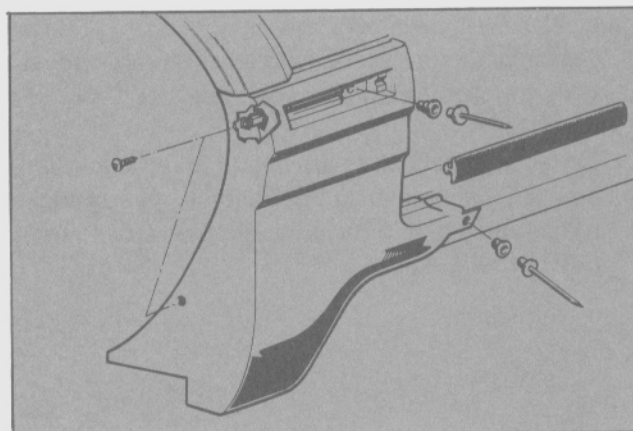

Fig. 54 - Instalación de la moldura interior del guardabarro delantero.
- Retirar el inserto, colocado a presión, de la moldura (Fig. 54).
- Instalar los dos tornillos laterales y los tres remaches de sujeción (Dos debajo del inserto y el tercero en el extremo que va fijado al zócalo) (Fig. 54).